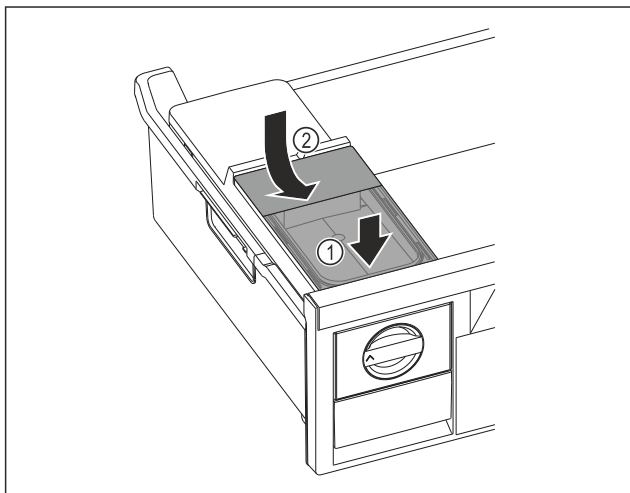

Fig. 99
- Rezervoar za vodo namestite spredaj. Fig. 99 (1)
- Zadaž rezervoar za vodo spustite. Fig. 99 (2)